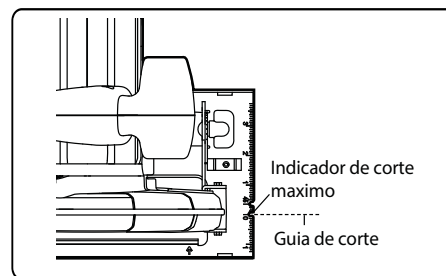

Figura 12
1. Alinear la línea de corte con el indicador de corte (como se muestra en la **figura 12**) sobre la base a la hora de hacer cortes en bisel de 45°.